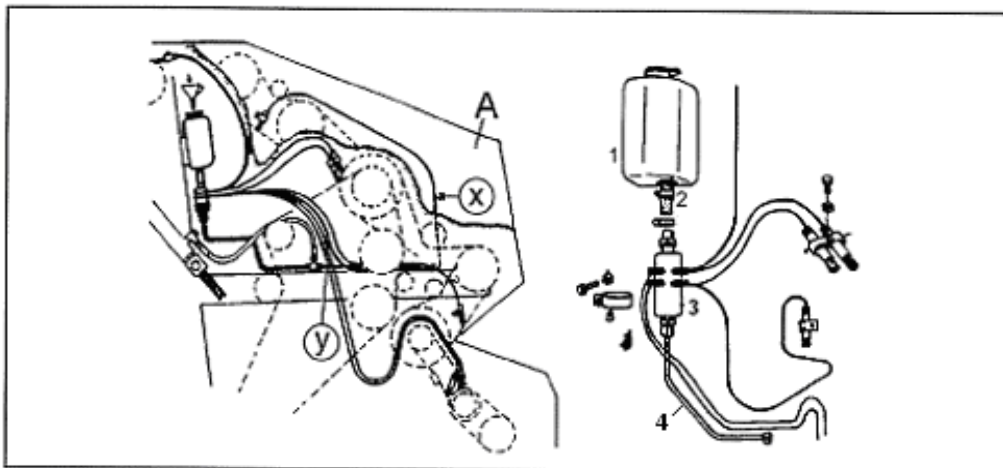
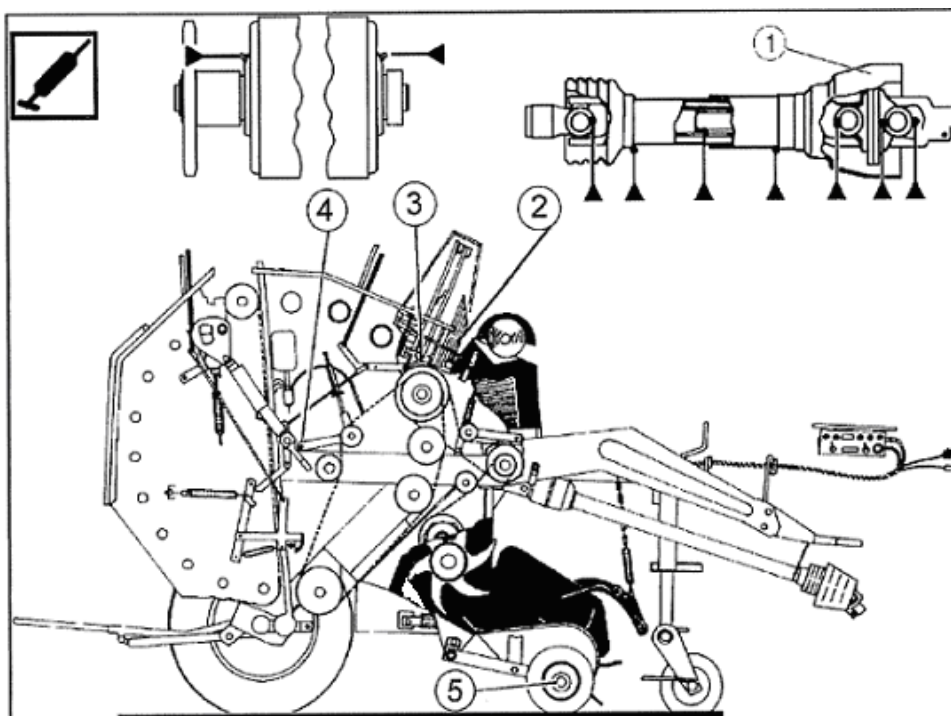

Рис. 47
Рис. 48.
Централизованная система смазки цепей снижает расходы на техническое обслуживание. Каждый день проверять уровень масла в баке и при необходимости долить масло для цепей SAE85W/140 (рис. 47, рис. 48).
Раз в неделю смазать шарнирно-телескопический вал (2), связывающие балки (3), все натяжители цепи (4), копировальное колесо (5) (рис. 48).